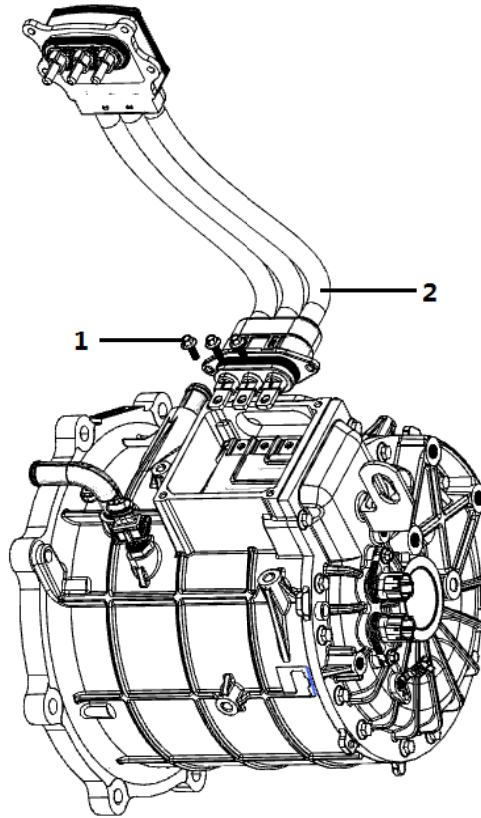

图8
①拆卸前：将电机平放于工作台上，使其平稳放置，确保拆分时的电机安全。
②拆卸维修：当三相动力线束需要维修时，先对接线盒盖进行拆卸。用扳手将固定三相动力线束和接线座铜排的螺栓（1）拧下。将固定三相动力线束法兰的 M6\*16 六角头螺栓拧下拔出三相动力线束（2）维修。（拔出时注意不要损坏三相动力线束）（见图 8）